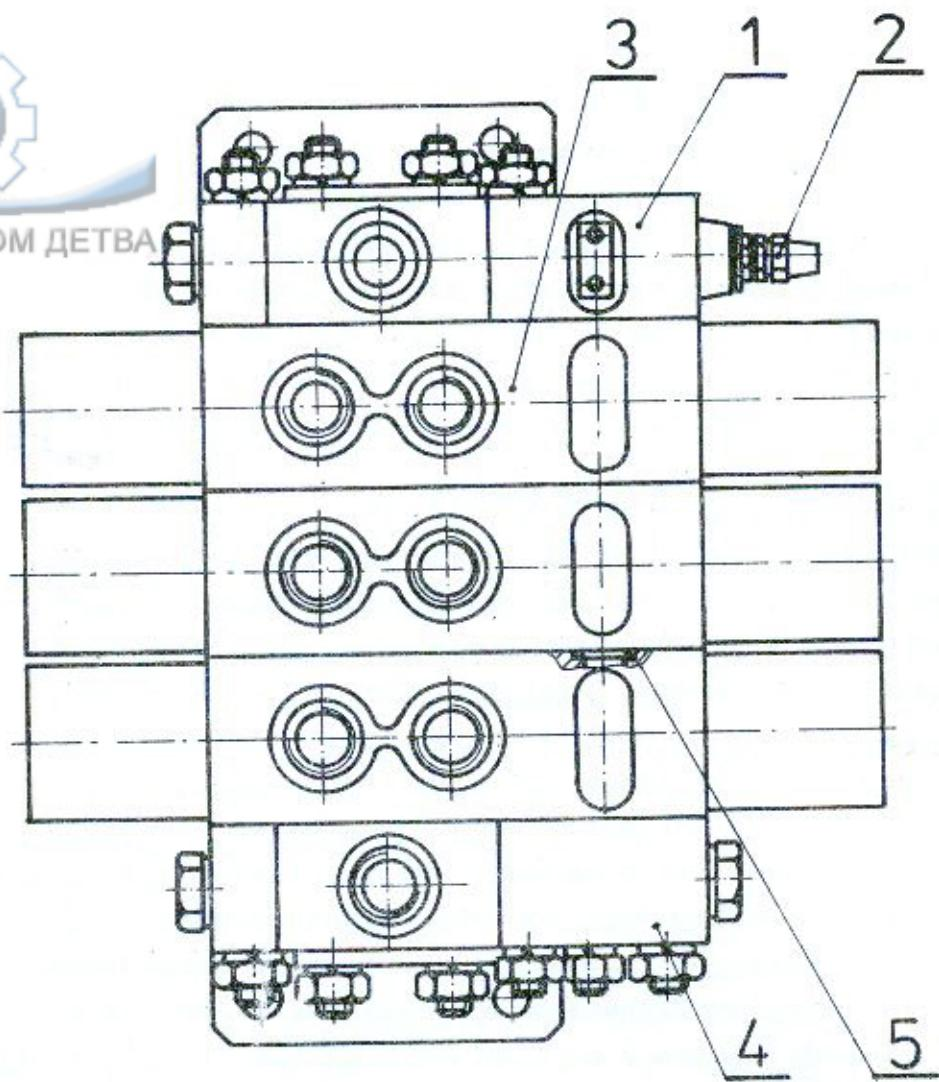

Рис.2
1.2.2 Распределитель RS 16 D 3 /рис.2/